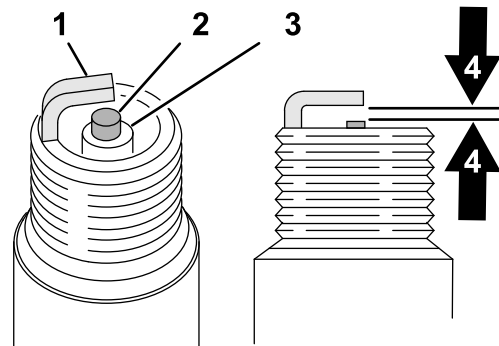

Figure 83
- Réglez l'écartement (Figure 83) entre électrodes centrale et latérale à 0,76 mm (0,030 po).